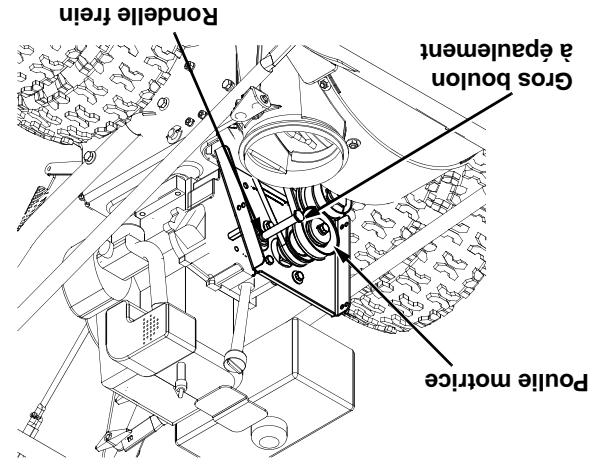

Figure 20
- Remontez le gros boulon à épaulement et la rondelle frein, comme à la Figure 20.
- Enlever le gros boulon à épaulement et la rondelle frein sur la gauche de la poulie motrice. Voir la Figure 20.